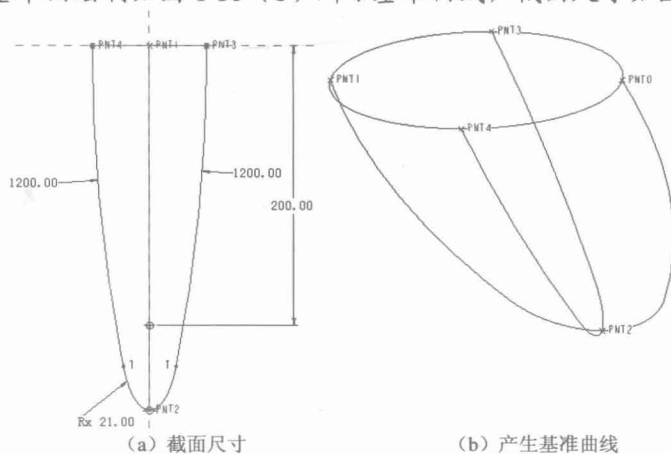

图1-35
5. 选择 RIGHT 基准面绘制如图 1-35 (b) 所示基准曲线, 截面尺寸如图 1-35 (a) 所示。